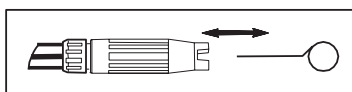

Fig. 2
- Utilize o kit de limpeza ou qualquer elemento pontiagudo para limpar a boca, por exemplo, insira um clip desdobrado no orifício da boca. Mova para dentro e para fora até retirar todo o pó e sujidade. Fig. 2.